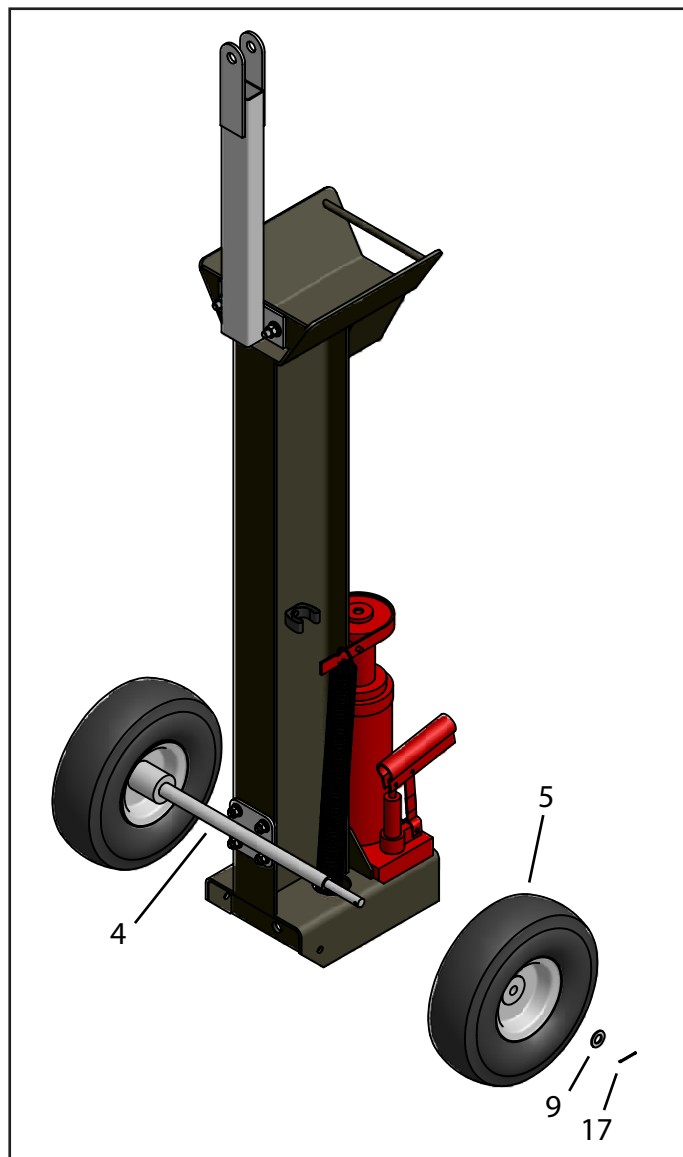

FIGURA 2
4. Haga deslizar la rueda (5) sobre el eje (4) con el cubo más largo hacia adentro. Haga deslizar la arandela plana de 1/2 pulgadas (12 mm) (9) sobre la parte externa del eje. Asegure con un pasador de horquilla (17), doble los extremos con una tenaza. (Repita el procedimiento con la otra rueda) (Figura 2)